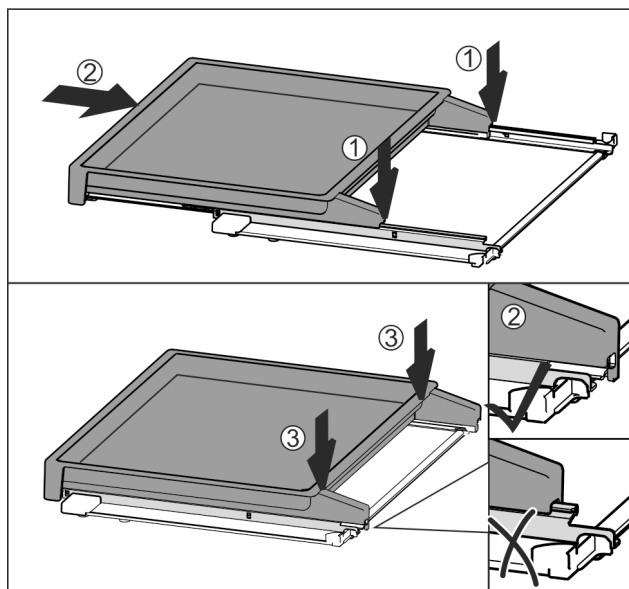

Fig. 33
- ▶ Nasadte uprostřed na kolejničky Fig. 33 (1).
- ▶ Vysouvací přihrádku zcela zasuňte Fig. 33 (2).
- ▶ Zatlačte pak na zadní straně, až slyšitelně zacvakne Fig. 33 (3).